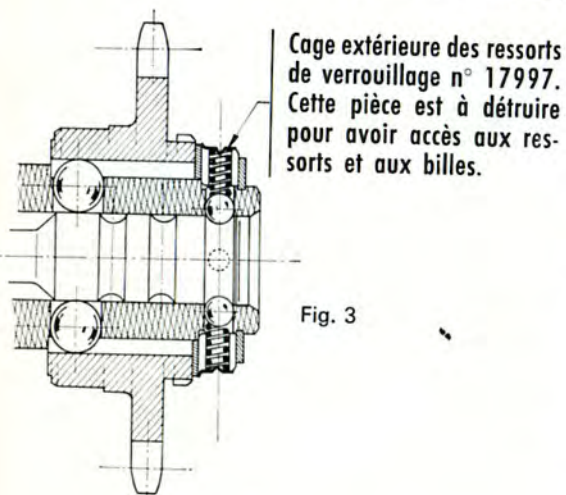

Fig. 3
- 3° - Enlever la cage extérieure des ressorts de verrouillage n° 17997 immobilisée par 2 coups de pointeau sur la bague butée n° 17999. Cette pièce doit être enlevée en la détruisant car il faudra la remplacer au remontage par une pièce neuve. Fig. 3.